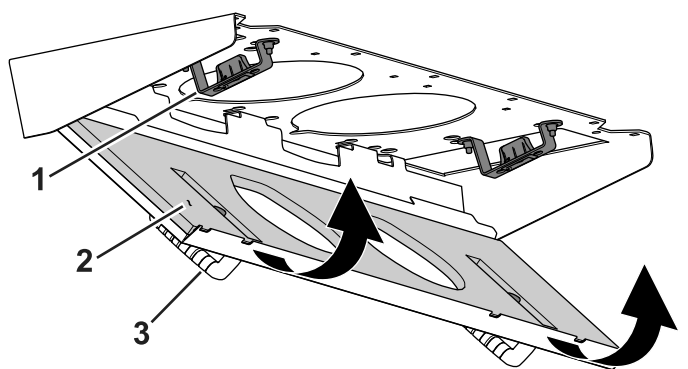

Figure 127
4. Faites pivoter le filtre sur les languettes jusqu'à ce que le pêne s'enclenche dans la gâche (Figure 127).